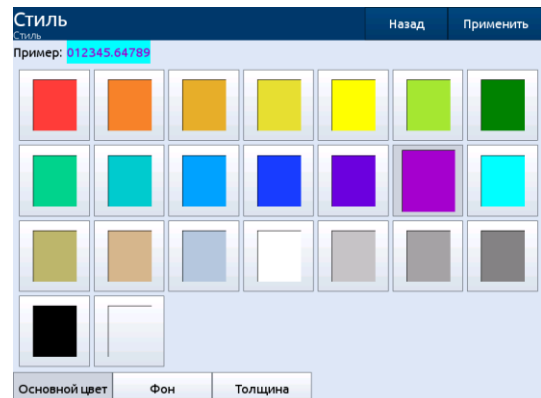

Рисунок 2.19
- цвет шрифта и фона (см. рисунок 2.19).